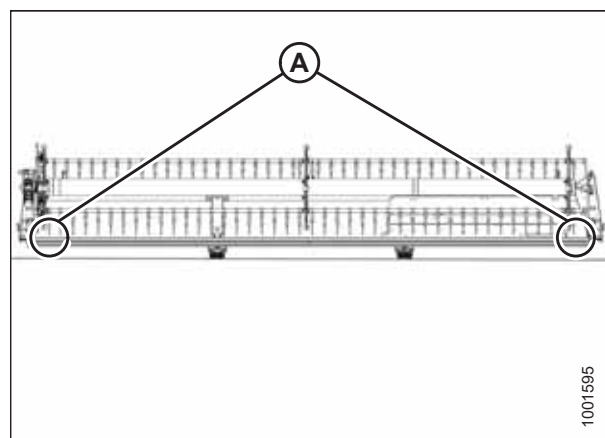

Figura 4.262: Locațiile de măsurare în cazul FlexDraper® – Rabator simplu
- Hedere cu rabator simplu: Figura 4.262, pagina 445